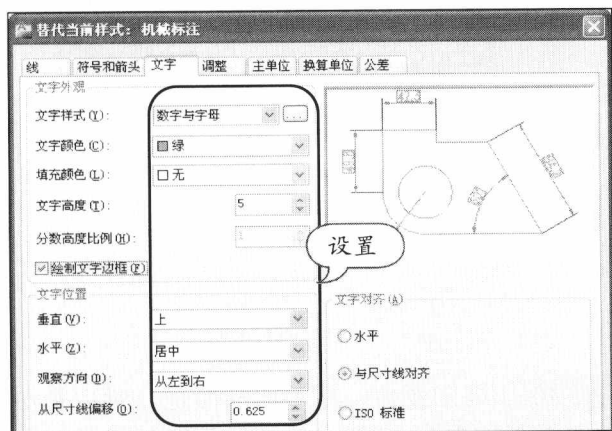

图 1-32 修改标注样式
STEP 02 修改标注样式。在“替代当前样式”对话框中修改标注样式，然后单击“确定”按钮，如图 1-32 所示。